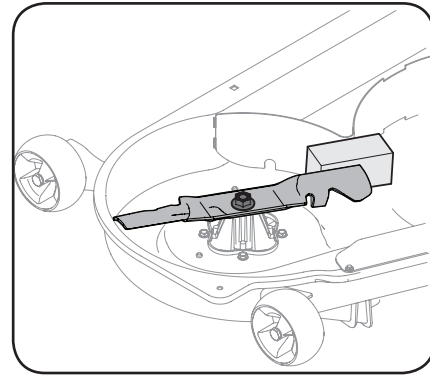

Fig. 2
3. Maintenez la lame en place à l'aide d'un outil de démontage de lame ou d'un morceau de bois. Voir Fig. 2.